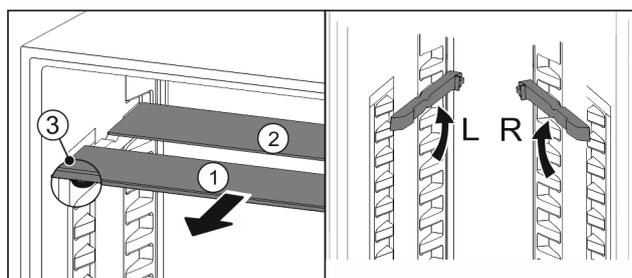

Fig. 121
- ▶ estrarre i ripiani di vetro singolarmente tirando in avanti Fig. 121 (1).
- ▷ Il piano in vetro Fig. 121 (1) con il motivo ornamentale è nella parte anteriore.
- ▷ I fermi Fig. 121 (3) sono rivolti verso il basso.